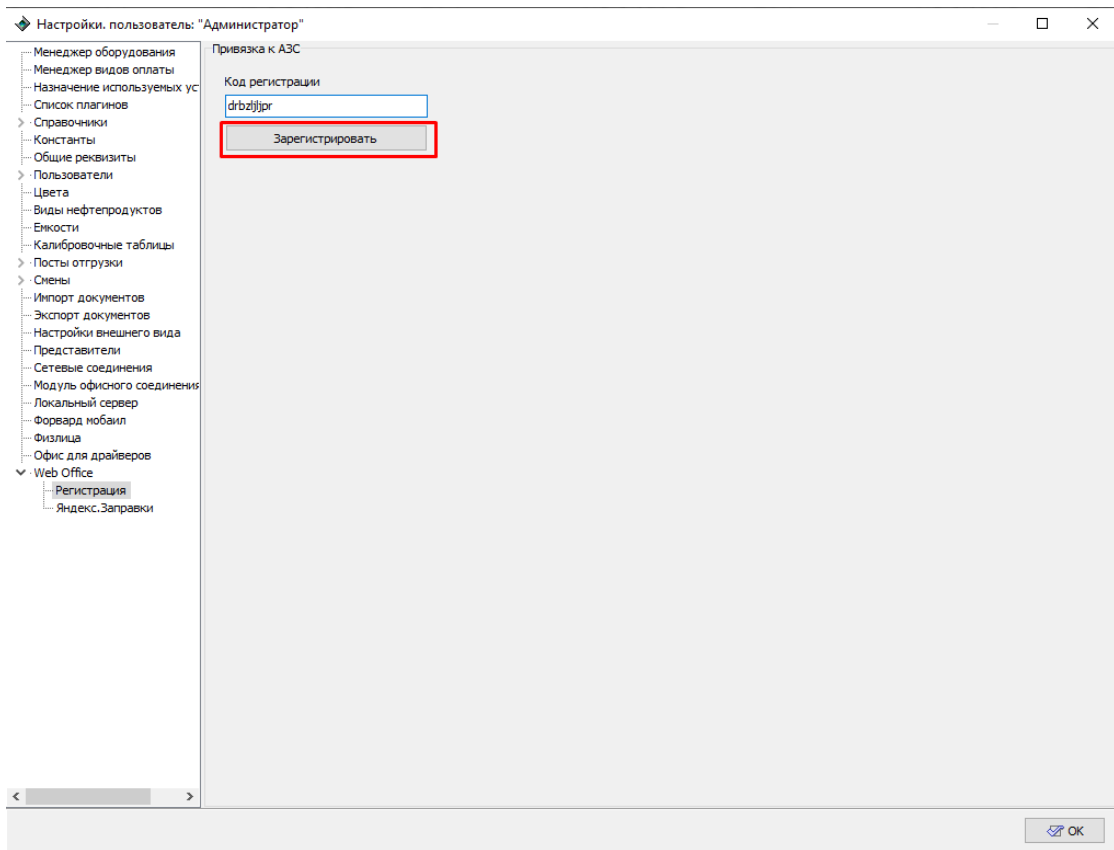

Рисунок 120.
- 15*. Нажмите кнопку "Зарегистрировать" и дождитесь появления окна с текстом "Регистрация прошла успешно" (рисунок 120):